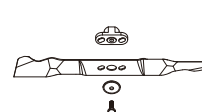

Fig.13B
- Coloca el adaptador para cuchillas en el cigüeñal (Fig.13B)
- Alinea la arandela sobre la hoja e inserta el perno hexagonal. Ajusta el perno hexagonal al par de torsión (Fig. 13B/C)